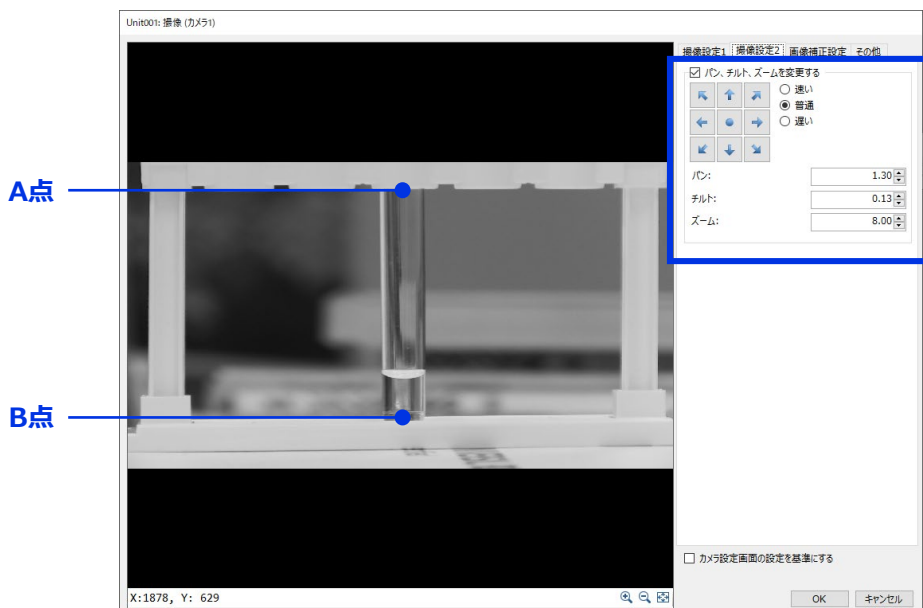

図3
- 1 フローチャート上に配置した「撮像」ユニットを開き、カメラ1の「詳細設定」ボタンを押します。次に「撮像設定2」のタブを開き、「パン、チルト、ズームを変更する」にチェックを入れます。出来る限り試験管が大きく映るようにパン・チルト・ズーム値を変更し、画角を調整します。図3の例ではA点～B点の間に水が入ることを想定しているため、AB間が画面に大きく映るように調整しています。